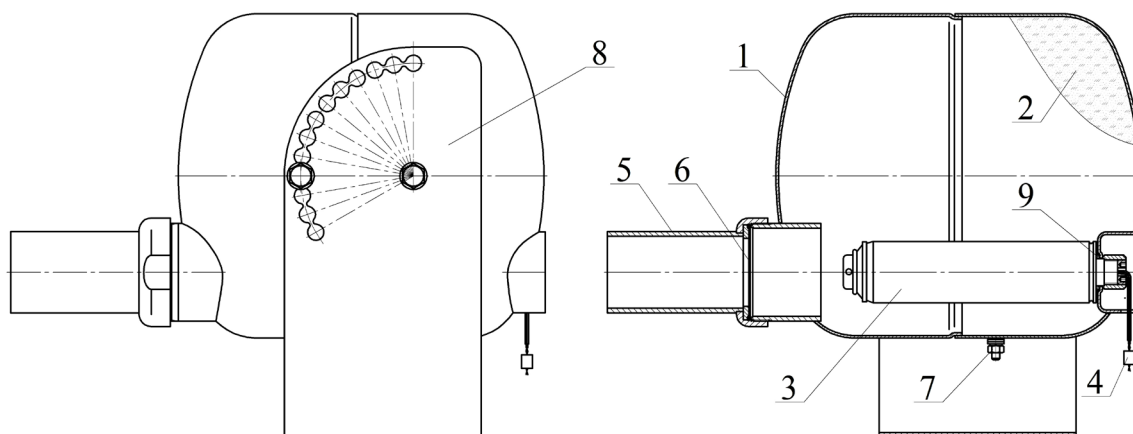

Рисунок 1
4.1.1 МПП (см. рисунок 1) состоит из корпуса **1**, в котором размещаются огнетушащий порошок (ОП) **2** и источник холодного газа (ИХГ) **3** с элементом электропусковым **4**. В передней части корпуса находится насадок-распылитель **5**, входное отверстие которого перекрыто мембраной **6**. Модуль имеет заземляющий зажим **7**. МПП снабжён кронштейном **8**, обеспечивающим поворот модуля на необходимый угол при креплении его к потолку, стене или горизонтальной плоскости.
6.2 Закрепить кронштейн 8 (см. рисунок 1) на потолке, стене или иной несущей плоскости, расположенной под любым углом относительно поверхности пола. Координаты отверстий в кронштейне, предназначенном для крепления МПП, приведены на рисунке 2.
7.3 Комплект поставки для перезарядки перезарядки МПП(Н)-10(ст), МПП(Н-Т)-10(ст) (см. рисунок 1):
- огнетушащий порошок ИСТО-1 ТУ 2149-001-54572789-00 (поз. 2 рисунок 1) – 9,5 кг;
- мембрана черт. СИАВ 634233.007.005 (поз. 6 рисунок 1) – 1 шт.